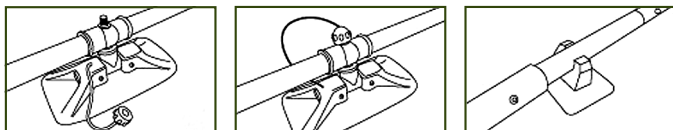

рис. 8
- Установите весла, зафиксировав их шариками уключин (рис.8)